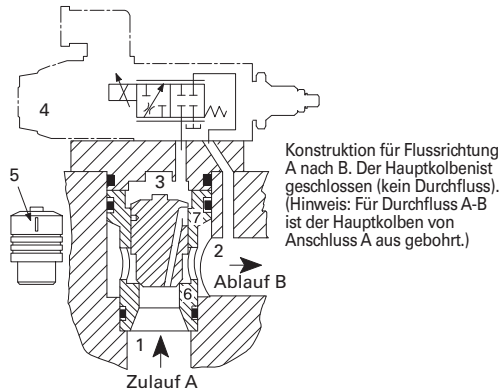

Abbildung 39
Der Aufbau von Proportional-Drosselventilen nach ISO 7368 ist in Abbildung 39 und 40 dargestellt. In beiden Fällen wird ein Eaton-Proportionalventil der Baureihe KTG4V-3S als Vorsteuerventil verwendet. KBTG4V-3SEN427 (siehe Katalog V-VLDI-MS-04) und KBFTG4V-3SEN427 (siehe Katalog V-VLPO-MC007) können ebenfalls als Vorsteuerventil verwendet werden.
Wenn das Vorsteuerventil (4) geschlossen ist (Abbildung 39), fließt kein Steueröl-Volumenstrom durch den geschlossenen Steuerschlitz (5) des fest im Sitz (6) sitzenden Hauptkolbens und der Steuerdruck oberhalb des Hauptkegels (3) entspricht dem Druck am Ventilzulauf (1), das auf die kleine Öffnung am Steuerschlitz (5) zurückzuführen ist.